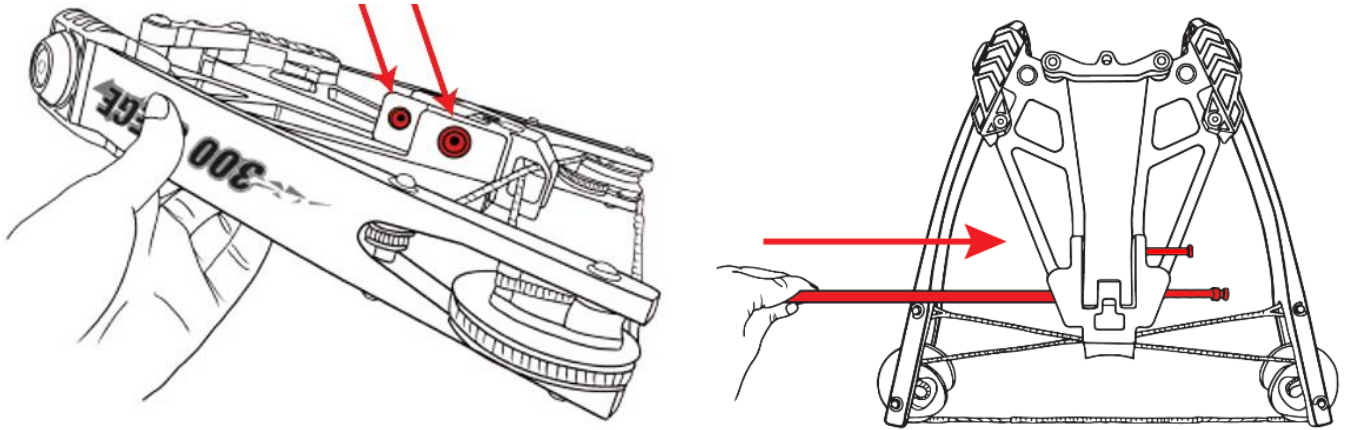

Рис.1
1. В правой части колодки плеч арбалета располагаются два крепежных штифта. Используя шестигранник, стрелу или любой другой твердый узкий предмет, надавите на штифты, чтобы их противоположные концы немного вышли с другой стороны. Далее пальцами выдвигайте штифты до их остановки (Рис.1).